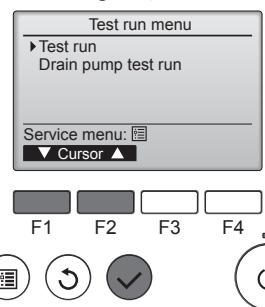

Fig. 6-4
④ Selezionare "Test run" (Prova di funzionamento) con il pulsante o , quindi premere il pulsante . (Fig. 6-4)